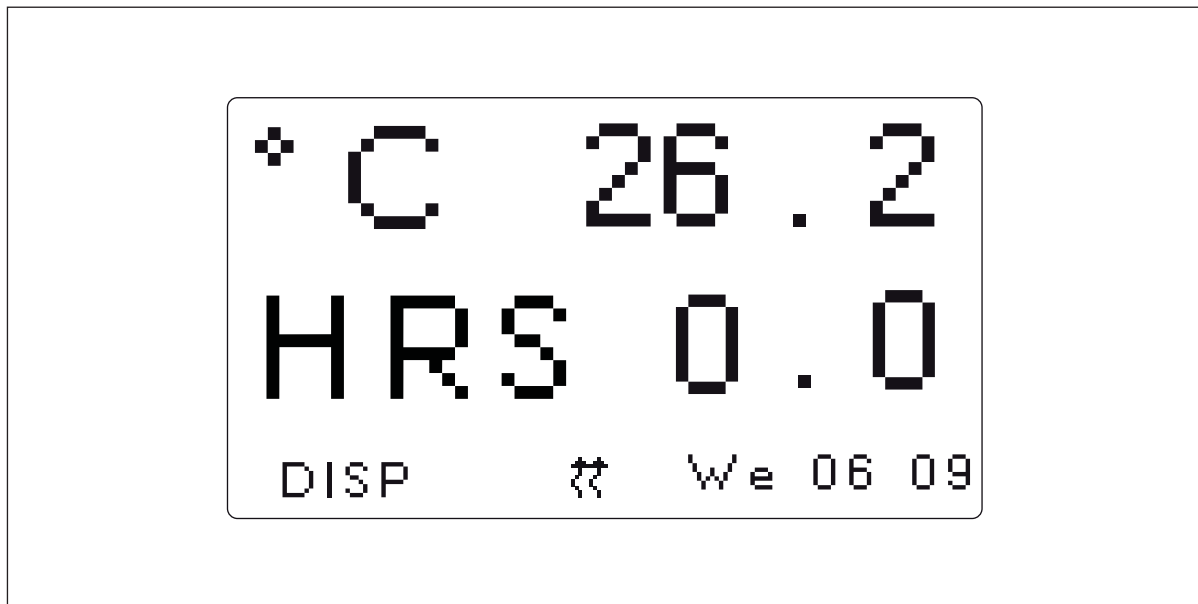

Рис. 5-3: Измененный параметр дисплея
4. Нажмите на ручку управления еще раз, чтобы установить и сохранить параметр (см. рис. 5-3 на стр. 47).